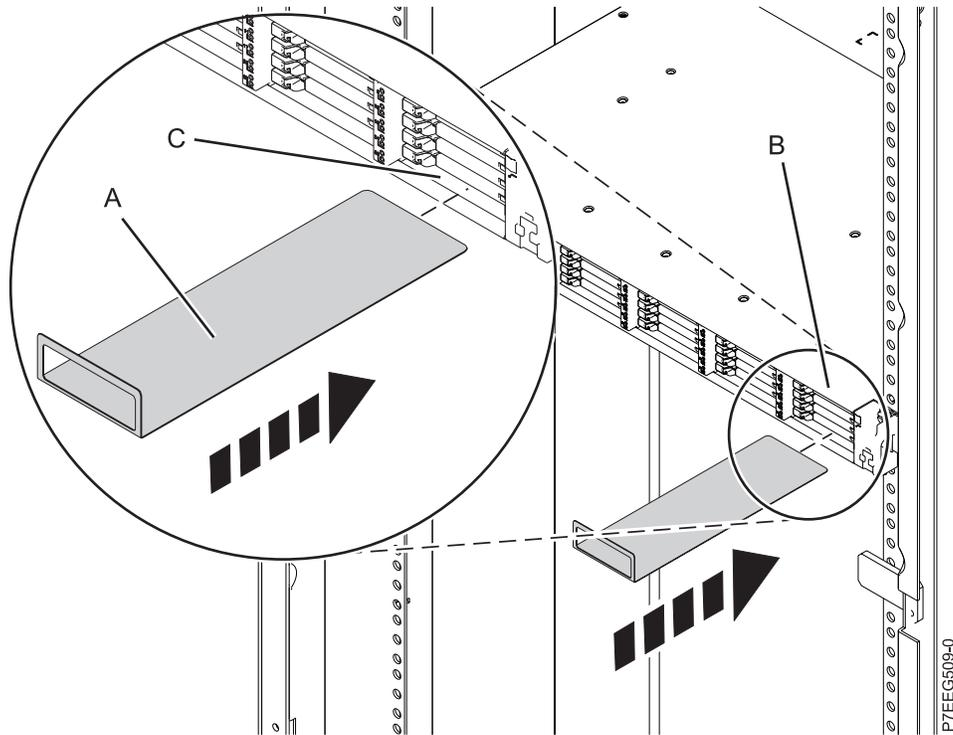

Figura 16. Inserción de la tarjeta de servicio
- f. En el panel frontal del alojamiento, sostenga la tarjeta de servicio (A) por el asa para separarla del alojamiento y orientada hacia arriba, tal como se muestra en la Figura 16 en la página 16. Alinee el otro extremo de la tarjeta de servicio con la parte inferior del último grupo de unidades de estado sólido (SSD) de la derecha del alojamiento (B). Deslice suavemente la tarjeta de servicio en el espacio entre la ranura SSD inferior y la placa metálica del chasis (C).